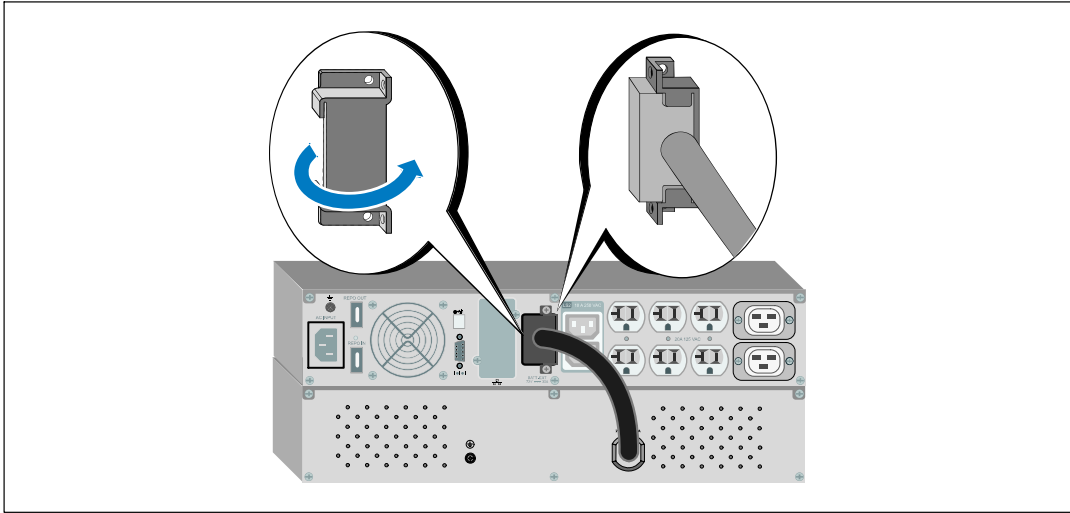

图 27. 安装电池连接器盖
- 2 将电池连接器盖安装在EBM电缆下方，以提供应变消除（见图 27）。